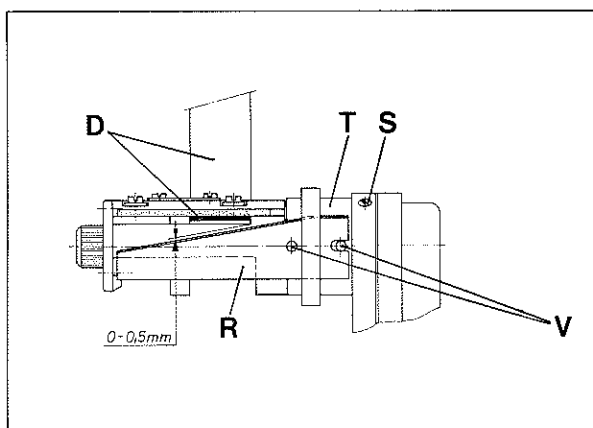
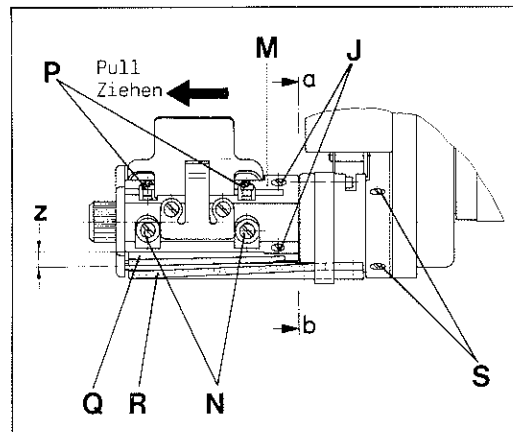
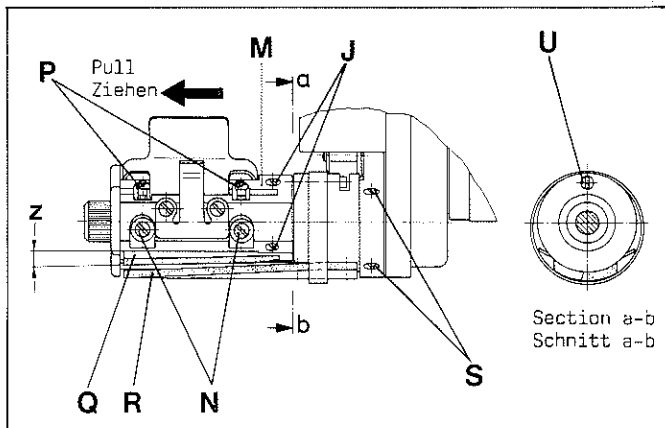

Fig.50
Fig. 49
Fig.51
Loosen the two screws (N, Fig. 49) very slightly and set with stop screws (P) the lower knife (Q) down so far that the cutting edges of upper and lower knife will press slightly against each other at the right where the cutting starts.
Lösen Sie die beiden Schrauben (N, Fig. 49) ganz leicht und stellen Sie mit den beiden Anschlägschrauben (P) das Untermesser (Q) soweit nach unten, daß die Schneidkanten von Ober- und Untermesser rechts, wo das Schneiden beginnt, leicht gegeneinander drücken.
Now by further turning in the left screw (P) set the lower knife (Q) in a slightly slanting position (shear angle  $z$ , Fig. 49), so that both knives remain in punctual contact while cutting. Tighten the two screws (N) and secure the position of stop screws (P) with engineering adhesive.
Loosen screw (S, Fig. 50) and rotate bushing (T) with upper knife (R) so that there will be a distance of 0 to 0,5 mm (0 to .020 in.) for the tape (D), see Fig. 50. Retighten screw (S).
Loosen screws (J, Fig. 49) and pull-off knife holder assembly (M) in direction of the arrow (see Fig. 49) and remove the plastic washer. Turn clamp bolt (U, Fig. 51) in any direction by 180° and remove the upper knife (R, Fig. 50).
Insert a new upper knife on bolts (V) and turn clamp bolt (U, Fig. 51) again by 180° which fastens the knife.
Replace the plastic washer and slip-on knife holder assembly (M, Fig. 49), rotate it into the correct position with respect to the lower knife (R) and retighten screws (J).
Stellen Sie nun durch weiteres Eindrehen der linken Schraube (P) das Untermesser (Q) leicht schräg (Scherwinkel  $z$ , Fig. 49), so daß beim Schneiden beide Messer punktförmig in Kontakt bleiben.
Lösen Sie die Schraube (S, Fig. 50) und verdrehen Sie die Buchse (T) mit dem Obermesser (R) so, daß für das Band (D) ein Abstand von 0 bis 0,5 mm entsteht, siehe Fig. 50. Ziehen Sie die Schraube (S) wieder an.
Lösen Sie die Schrauben (J, Fig. 49) und ziehen Sie den kompletten Messerhalter (M) in Pfeilrichtung (siehe Fig. 49) ab und entfernen Sie die Kunststoffscheibe. Drehen Sie den Spannbolzen (U, Fig. 51) in beliebiger Richtung um 180° und entfernen Sie das Obermesser (R, Fig. 49).
Setzen Sie ein neues Obermesser auf die Bolzen (V) und drehen den Spannbolzen (U, Fig. 51) wieder um 180°, damit ist das Messer befestigt.
Legen Sie die Kunststoffscheibe auf und schieben Sie den kompletten Messerhalter (M, Fig. 49) wieder ein, verdrehen Sie ihn in die richtige Stellung zum Untermesser (R) und ziehen Sie die Schrauben (J) wieder an.